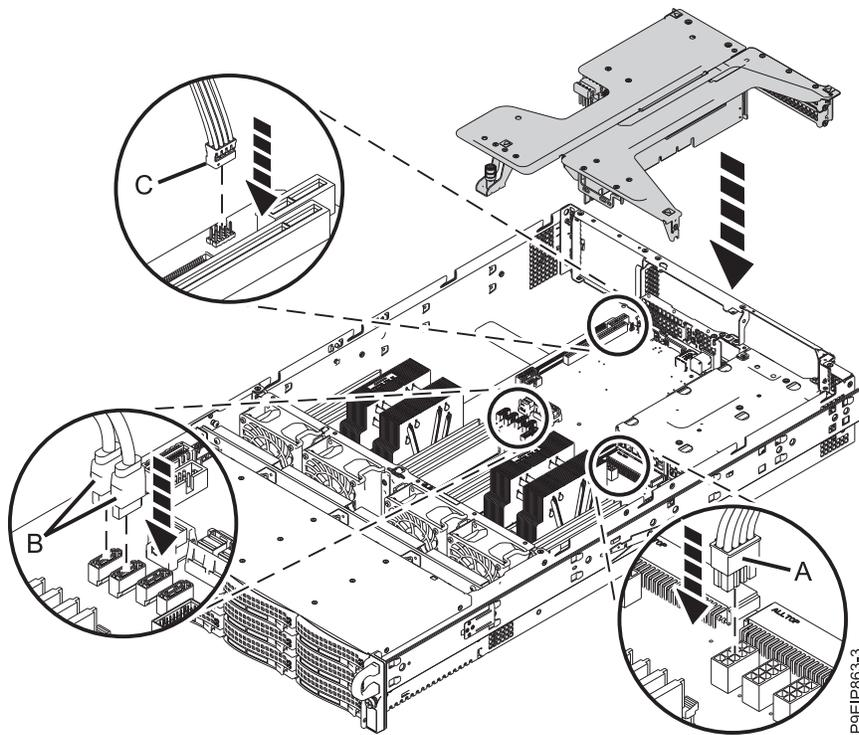

Figura 29. Conexión de los cables de señal de la unidad y de los cables de alimentación de la unidad en la placa posterior del sistema
6. Utilizando las etiquetas y las ubicaciones, conecte los cables de señal (B) y (C) en la placa posterior del sistema, tal como muestra la Figura 29 en la página 31. Conecte el cable de alimentación de la unidad (A) en la placa posterior del sistema. Con el pulgar, presione el release pestillo de liberación del conector para desenchufar el cable.